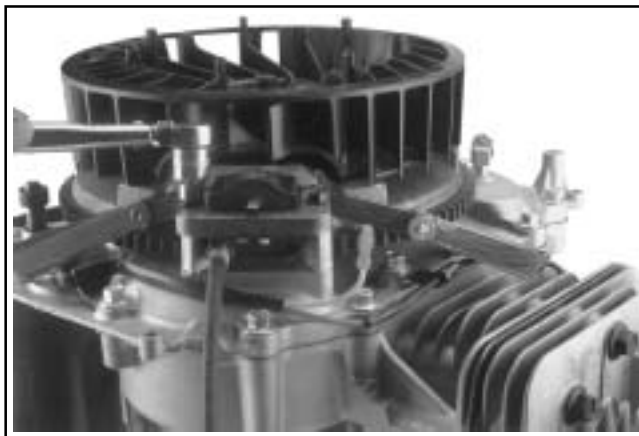

Figura 10-49. Ajuste de entrehierro.
3. Inserte una galga plana de **0,25 mm (0,010 in)** entre la magneto y el módulo de encendido. Ver Figura 10-49. Afloje los tornillos para que la magneto empuje el módulo contra la galga.